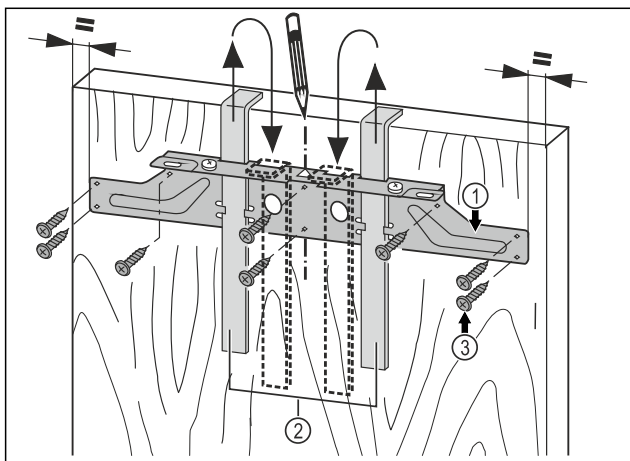

Fig. 45
- ▶ Zaveste upevňovaciu traverzu Fig. 45 (1) pomocou montážnych pomôcok Fig. 45 (2) na vnútornú stranu nábytkových dvier.
- ▶ Vyrovnajte upevňovaciu traverzu Fig. 45 (1) v strede na dverách.
- ▶ Priskrutkujte upevňovaciu traverzu Fig. 45 (1) minimálne 6 skrutkami Fig. 45 (3).
- ▶ Priskrutkujte upevňovaciu traverzu Fig. 45 (1) na okraji minimálne 4 skrutkami Fig. 45 (3).
- ▶ Vytiahnite montážne pomôcky Fig. 45 (2) smerom nahor a zasuňte ich otočené do vedľa ležiacich upevňovacích otvorov.